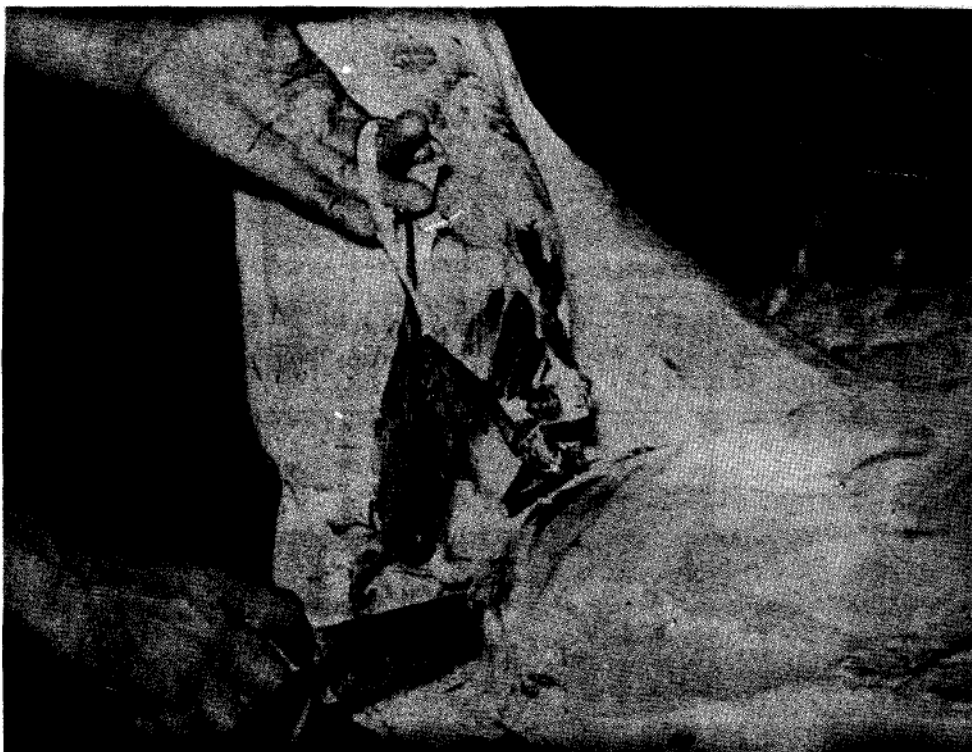

FIGURA 22. Retira el pene y los testículos (en los machos) o la ubre (en las hembras).
3. Retire el pene y los testículos o grasa escrotal en los machos y la ubre y su **grasa en** las hembras. (Figura 22).